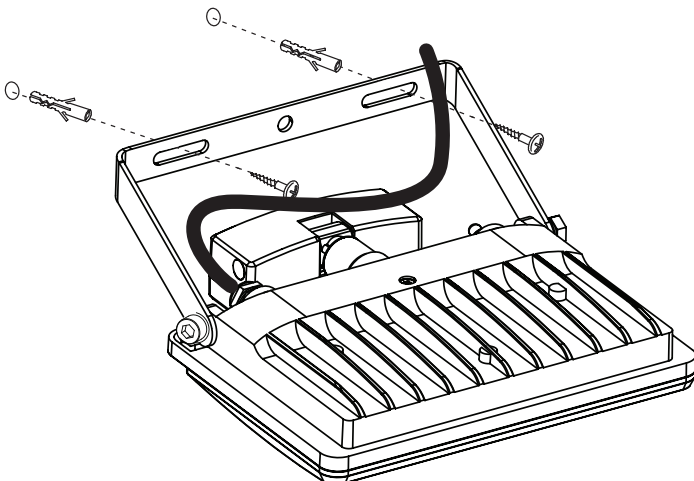

Abb. 1
- Montieren Sie den Strahler auf einem festen Untergrund gemäss Abb. 1 und halten Sie den Mindestabstand von 50 cm zu anderen Objekten ein.